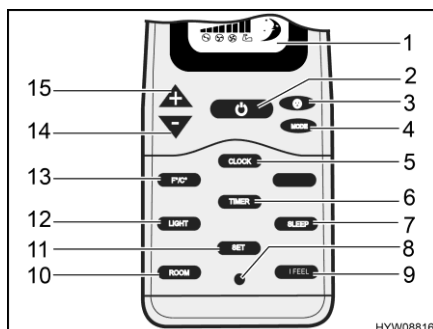
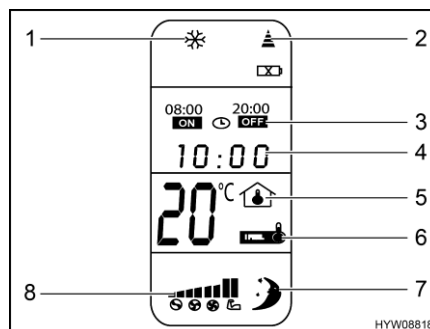

Fig. 82 Télécommande (climatisation)
Fig. 83 Écran numérique (télécommande)
- Quand la climatisation est en mode veille : Appuyer sur la touche Marche/Arrêt (Fig. 82,2) de la télécommande.
- Appuyer sur la touche Marche/Arrêt (Fig. 82,2) de la télécommande. La climatisation se met en veille.
- Appuyer sur la touche Envoyer (Fig. 82,11) sur la télécommande. Les réglages sont transmis en groupe à la climatisation et confirmés par un signal acoustique.
- Appuyer sur la touche Heure (Fig. 82,5) jusqu'à ce l'affichage de l'heure (Fig. 83,4) clignote.
- Régler l'heure actuelle à l'aide des touches "+" (Fig. 82,15) et "-" (Fig. 82,14).